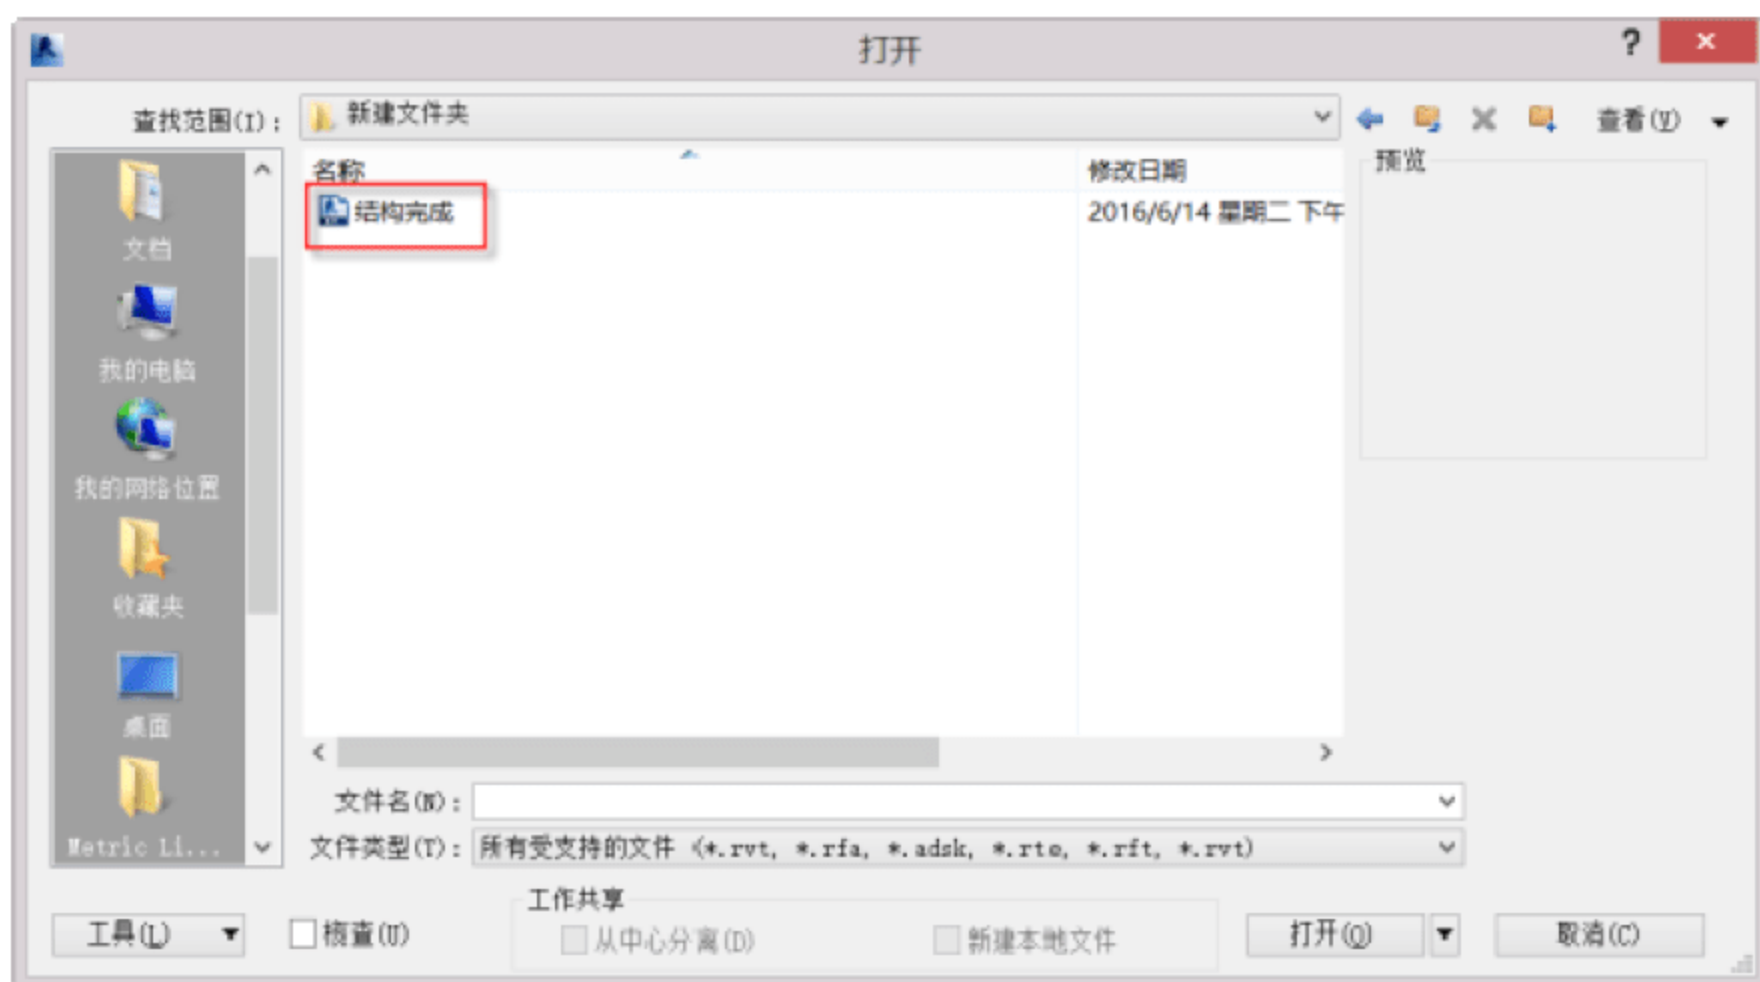

图 5.2.1 打开项目
(1) 打开项目。选择“打开”→“项目”命令，在弹出的对话框中选择结构完成选项，并单击“打开”按钮，如图 5.2.1 所示。